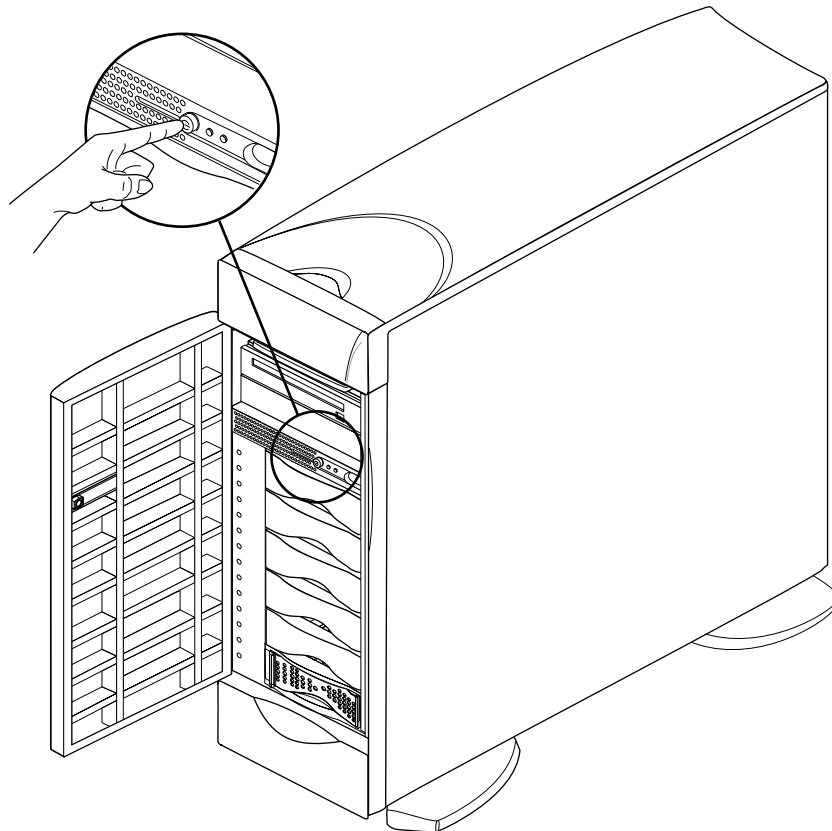

Figure 4-4 Mise hors tension avec le commutateur de mise sous tension (à l'avant)
4. A cette étape, localisez le commutateur de mise sous tension à l'avant du châssis (châssis principal d'un système bimodule) et appuyez une fois dessus (voir Figure 4-4).